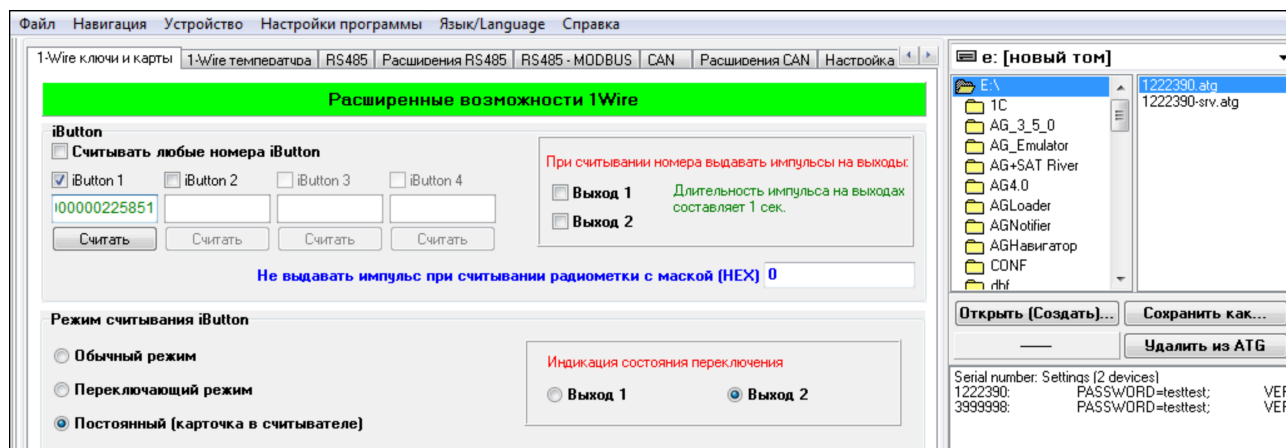

Рис.25. Настройка шины 1-Wire контроллера АвтоГРАФ
- Если же в настройках контроллера заранее заданы номера карт (до 4 номеров), то контроллер будет регистрировать подключение только этих номеров. Другие карты будут игнорироваться. Для того чтобы занести номер карты в настройки контроллера (**Рис.25**):